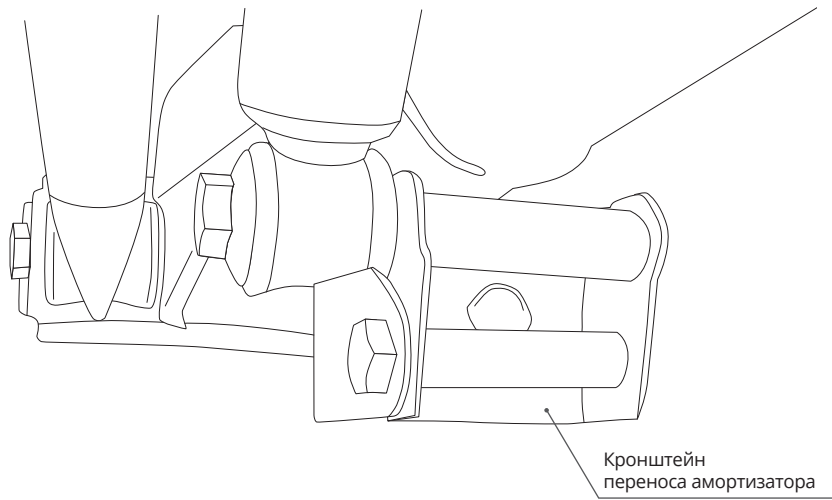

Рис. 5
- 7.2. Установите кронштейн (из комп. – 4) (Рис. 5).